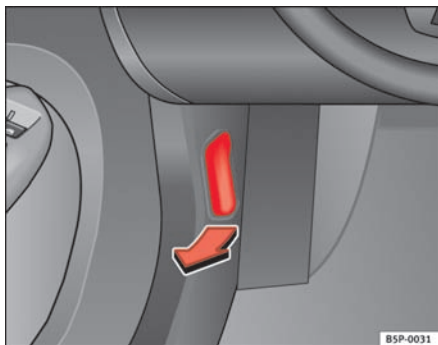

Fig. 157 Udsnit af fodrummet: Udløserarmen til motorhjelmen er placeret i fodrummet i førersiden.
- Træk grebet under instrumentpanelet ⇒ fig. 157 i pilens retning for at åbne motorhjelmen. Motorhjelmen bliver løsnet ved hjælp af en fjeder ⇒ ⚠.